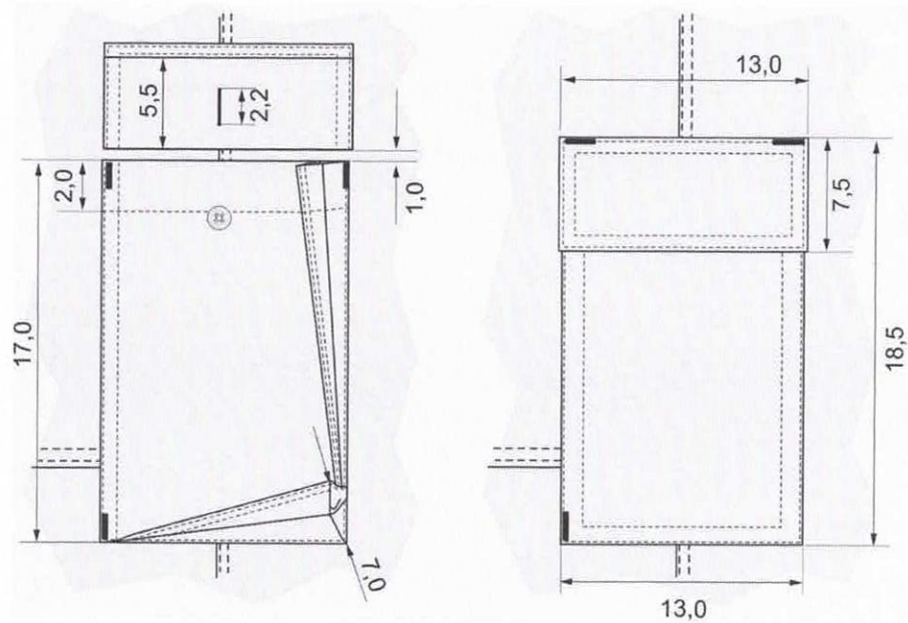

Figura 16: Detalhes dos Bolsos Auxiliares posicionados abaixo dos joelhos
4.8.1 Laterais inferiores das pernas com bolso auxiliar do tipo semi fole (cada lado), sendo as bordas das costuras traseiras e fundo com fole medindo 7,0 cm de largura e a costura frontal chapada (ver figura 16);
4.8.2 Bolsos recobertos por portinhola fechada por um botão de massa com 15 mm de diâmetro e quatro furos, na cor verde oliva, pregado na direção da bainha do bolso, de 2,0 cm (ver figura 16);